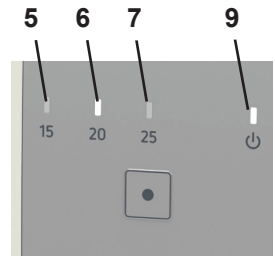

Fig. 4
- ◆ La spia di funzionamento verde (9, Fig 4) lampeggia velocemente.
- ◆ La spia gialla del valore di soglia impostato si accende (5, 6, 7, Fig 4).
- ◆ La spia di funzionamento verde (9, Fig. 4) si illumina.
- ◆ La spia gialla del valore di soglia impostato si accende (5, 6, 7, Fig. 4).
Se il SILENT flow sensor rileva la portata volumetrica nel punto di aspirazione, ciò viene indicato dalla spia di funzionamento verde (9, Fig. 4) che lampeggia lentamente.
La rispettiva spia (5, 6, 7, Fig. 4) rimane accesa per tutto il tempo in cui la portata volumetrica rimane superiore al valore di soglia impostato